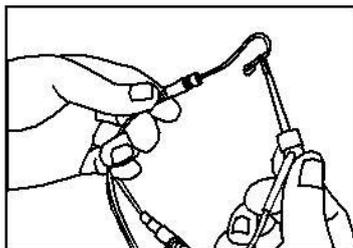
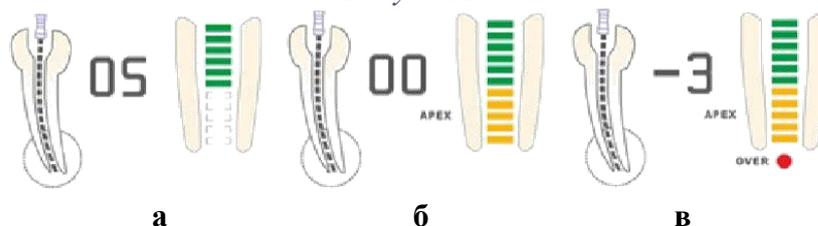

Рисунок 18
Рисунок 19
- г) Загубник должен касаться изогнутого провода держателя файла (см. Рисунок 18), для подтверждения исправности на ЖК-дисплее отображается значение «-3» (см. Рисунок 19, в), в противном случае – держатель файла или измерительный провод повреждены и должны быть заменены.
- а) На ЖК дисплее отображается передняя область апикального отверстия. Перейдите к области, выделенной белым цветом (см. Рисунок 19, а).
- б) Эндо-файл файл находится в положении возле апикального отверстия, когда высвечиваются оранжевые строки (см. Рисунок 19, б).
- в) Эндо-файл файл достиг вершины апикального отверстия, когда отображается красный маячок OVER и издаётся непрерывный звуковой сигнал (см. Рисунок 19, в).